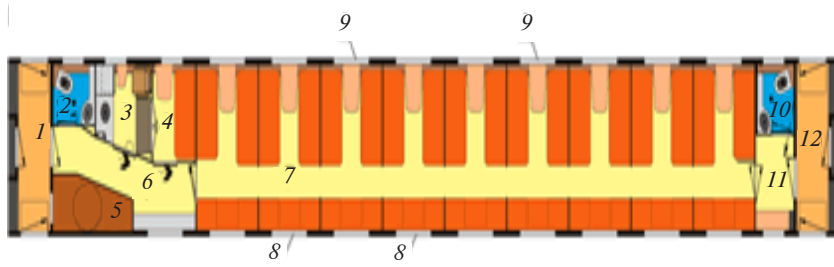

Рис. 5.4. Схема плацкартного вагона:
- коридоры нектлового и котлового концов вагона и котельное отделение (рис. 5.4).